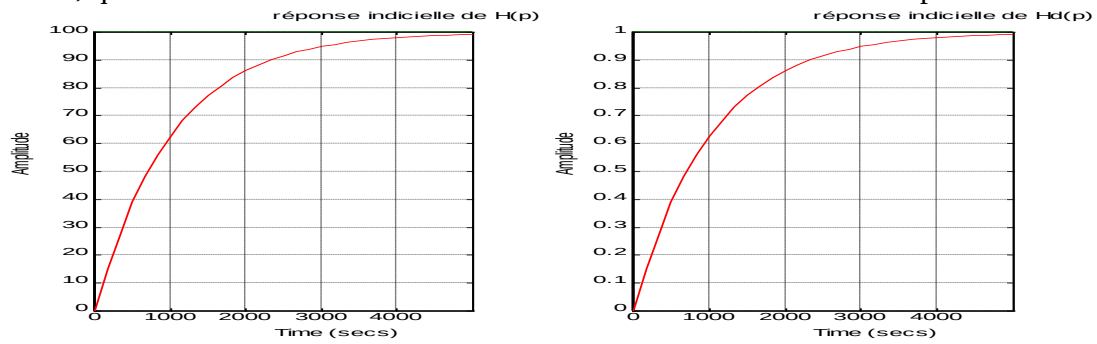

Figure 2: Réponses indicielles du système avec pertes thermiques
4.a: A partir de leur réponse indicielle (figure 2), Montrer que les fonctions de transfert $H(p)$ et $H_d(p)$ peuvent être approximées par des fonctions de transfert du premier ordre dont on donnera le gain statique et la constante de temps. Remarquer d'après leur expression, que les deux fonctions de transfert ont la même constante de temps.